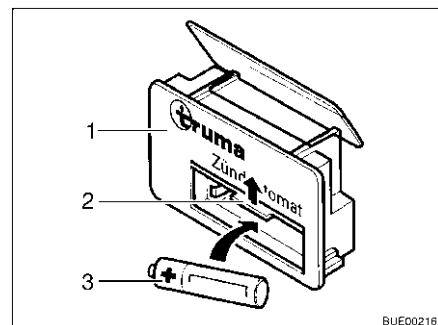

Bild 143 Zündautomat
- Die Abdeckung (Bild 143,2) des Batteriefachs am Zündautomaten (Bild 143,1) nach oben schieben.
- Eine neue Batterie (Bild 143,3) gleichen Typs polrichtig (+/-) in das Batteriefach des Zündautomaten einsetzen. Nur temperaturbeständige (+70 °C) und auslaufsichere Mignon-Batterien verwenden.